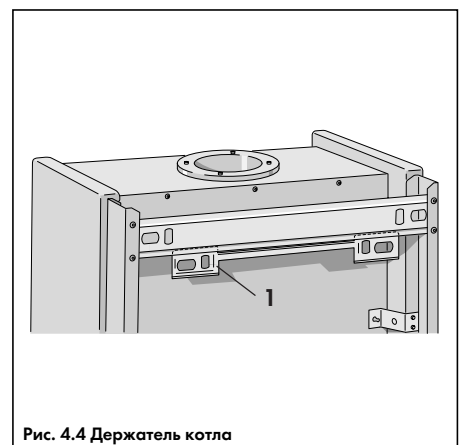

Рис. 4.4 Держатель котла
- Прикрепить держатель аппарата (1, рис. 4.4) к стене с помощью шурупов, прилагаемых в упаковке;
- Поднять аппарат вверх и держать параллельно стене так, чтобы он находился немного выше держателя аппарата (1, рис. 4.4);